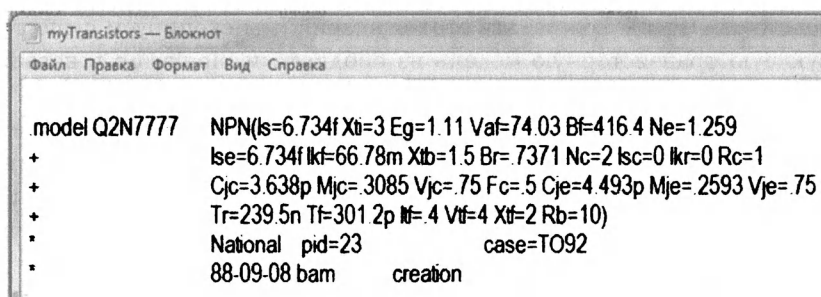

Рис. 15.7. Запись параметров транзистора в Блокноте
4. Измените имя модели транзистора на Q2N7777, как показано на рис. 15.7.